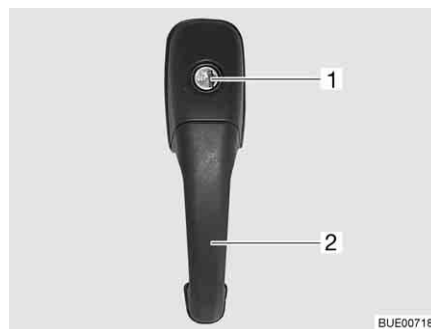

Bild 29 Dörrlås ingångsdörr, utsida
- Stick in nyckeln i låscylindern (Bild 29,1) och vrid den ända tills dörrlåset har låsts upp.
- Drag i dörrhandtaget (Bild 29,2). Dörren är öppen.
- Stick in nyckeln i låscylindern (Bild 29,1) och vrid den ända tills dörrlåset har låsts.